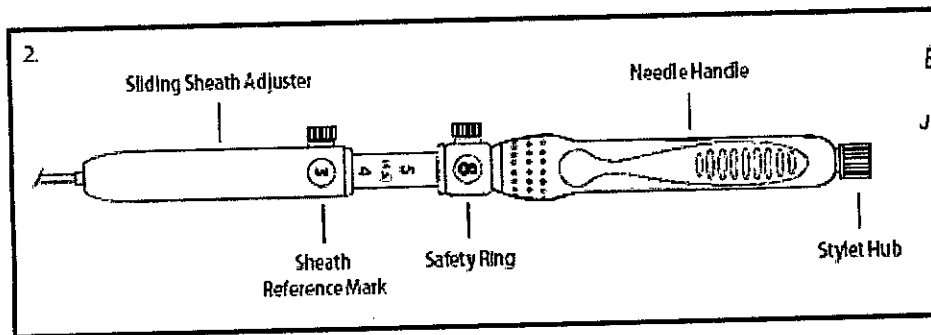

Figura 2a
3. Haga avanzar el dispositivo en el interior del endoscopio para determinar la longitud de vaina deseada. Para ajustar la longitud, afloje el tornillo de mano del ajustador deslizante de la vaina y deslícelo hasta obtener la longitud deseada. **Nota:** La marca de referencia de la longitud de la vaina aparecerá en la ventana del ajustador deslizante de la vaina. (Vea figura 2a). Ajuste el tornillo de mano del ajustador deslizante de la vaina para mantener la longitud deseada de la vaina.
- 3.1 Haga avanzar el dispositivo en el interior del endoscopio para determinar la longitud de vaina deseada. Para ajustar la longitud, afloje el tornillo de mano del ajustador deslizante de la vaina y deslícelo hasta obtener la longitud deseada. Nota: La marca de referencia de la longitud de la vaina aparecerá en la ventana del ajustador deslizante de la vaina. (Vea figura 2a). Ajuste el tornillo de mano del ajustador deslizante de la vaina para mantener la longitud deseada de la vaina.